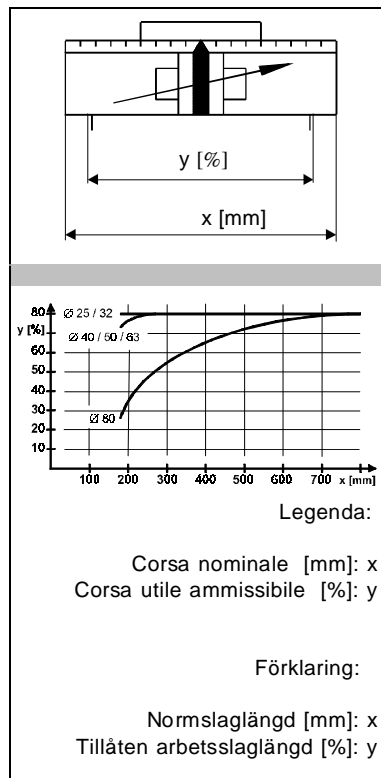

Fig. 2/Bild 2
- In caso di posizionamento pneumatico, verificare che nell'applicazione sia rispettata la seguente condizione: corsa utile = x % lunghezza cilindro L (v. "x" nella Fig. 2).
- Kontrollera att följande villkor uppfylls vid servopneumatisk positionering: Arbetsslaglängd = x % av cylindrelängd L. (för x se bild 2)